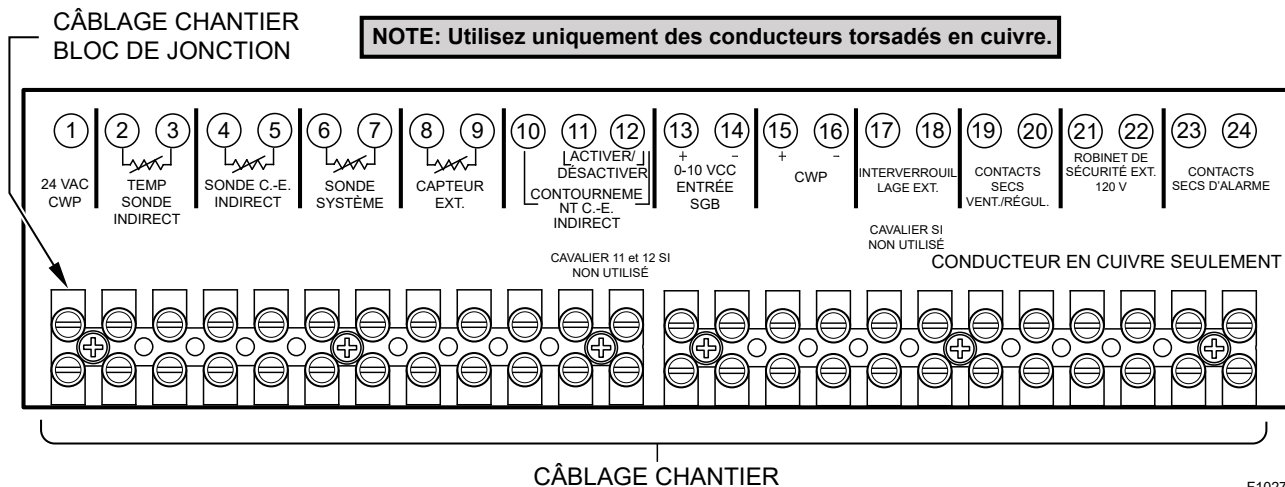

Figure 33. Câblage basse tension au chantier
2. Pour activer cette fonction de commande à distance, réglez le micro-interrupteur DIP 5 à la position UP sur la carte PIM. Le micro-interrupteur DIP 5 bascule entre un signal EMS (UP) ou le signal VERSA (DOWN). Le micro-interrupteur DIP 2 de la carte PIM bascule entre une entrée Direct Drive (UP) et une température de consigne cible (DOWN).
4. Connectez un système de gestion de l'énergie ou tout autre module de commande auxiliaire aux bornes marquées 0-10V (+/-). Voir **Figure 33**. Portez une attention particulière pour éviter que toute partie du circuit +0-10 V n'entre en contact avec une surface mise à la terre.
Connectez le câblage aux bornes Enable/Disable (bornes 11, 12), comme illustré à la **Figure 33**, à la place du cavalier qui avait été installé à l'usine. Toute fermeture des contacts secs, notamment ceux d'un thermostat distant, reliés à ces bornes, mettra la chaudière en marche.
1. Lorsque la sonde système est utilisée, connectez ses fils aux bornes (6, 7) marquées SYSTEM SENSOR. Voir **Figure 33**.
1. Si le système doit comporter un capteur extérieur, connectez les fils du capteur aux bornes (8 et 9) marquées OUTDOOR SENSOR. Voir **Figure 33**.
Connectez les fils de la sonde du chauffe-eau indirect aux bornes (4 et 5) marquées INDIRECT DHW SENSOR. Voir Figure 33. Veillez à ce qu'aucune des bornes ne soit mise à la terre. Lors de l'utilisation de la sonde du chauffe-eau indirect pour réguler la température du réservoir, les contacts de contournement (override) du chauffe-eau indirect doivent être fermés.
2. Connectez le débitmètre de la boucle secondaire aux bornes 6 et 7 du bornier de la chaudière principale. Voir **Figure 33**.
3. Connectez le capteur de température extérieur aux bornes 8 et 9 du bornier de la chaudière principale. Voir **Figure 33**.
4. Connectez le câblage Enable/Disable aux bornes 11 et 12 du bornier de la chaudière principale. Cette connexion doit être fournie par la fermeture des contacts secs. Voir **Figure 33**. L'application d'une tension de 24 VCA à ces bornes entraînera la fonte du fusible de la carte PIM.
Les bornes de l'alarme sont des contacts secs d'une capacité de 3A devant être raccordés à un relais normalement ouvert qui se referme en cas de panne ou de verrouillage. La tension maximale à travers ces contacts est de 30 VCA ou 30 VCC. Voir Connexions à effectuer au chantier, **Figure 33**.